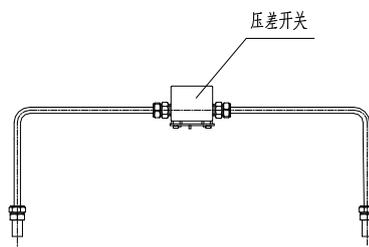

图 7
- 见管路图 7，拆下压差开关，检查压差开关是否出现故障，如有故障，应及时更换压差开关。在压差开关故障期间，可改用时间控制方式或手动控制方式。
- 如果压差开关和电控系统没有故障，应继续检查控制管路中的管路是否已被污物堵塞，见管路图 7，拧开卡套接头，取下管子，用水清洗干净，重新装上。